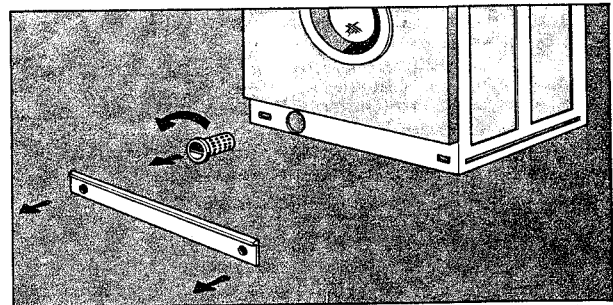

Abb. 12
- Filter herausnehmen (Abb. 12).